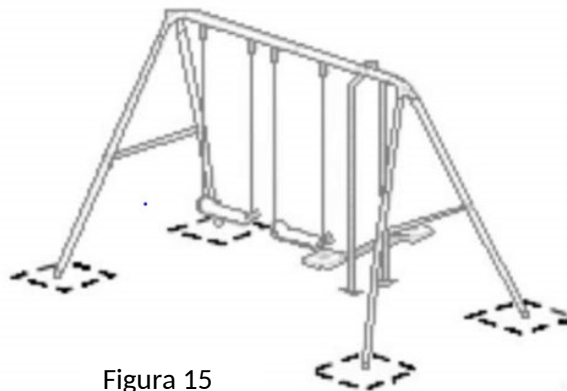

Figura 15
9. Așezați întregul stand în zona selectată și adecvată. Asigurați-vă că este o suprafață moale și netedă, așa cum s-a explicat în introducere (de exemplu, iarbă) - în **niciun caz nu trebuie să fie o suprafață dură**. Marcați pătrate de 30 cm în jurul tuturor celor patru picioare, așa cum se arată în figura 15 de mai jos. Verificați dacă picioarele sunt bine poziționate în centrul pătratelor marcate. Apoi, mutați terenul de joacă la distanță.